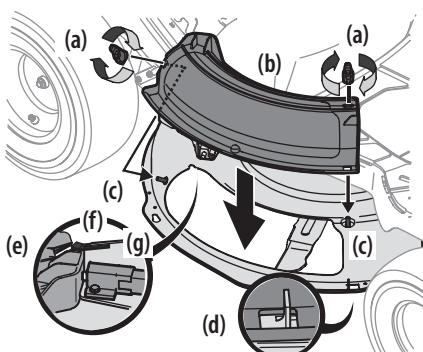

Figure 12
1. Retirez les écrous papillon du plateau de coupe et conservez-les pour utilisation ultérieure. Voir Figure 12.
2. Installez le bouchon de déchiquetage (b) sur l'orifice d'évacuation du plateau de coupe. L'arrière du bouchon de déchiquetage (b) doit être glissé sous la languette (f) du support arrière gauche (g). Introduisez les goujons (c) sur la surface du plateau de coupe dans les trous sur la partie supérieure du bouchon de déchiquetage (b). Introduisez la petite encoche sur le rebord du plateau dans le trou carré sur la partie inférieure du bouchon de déchiquetage (b). Voir Figure 12.